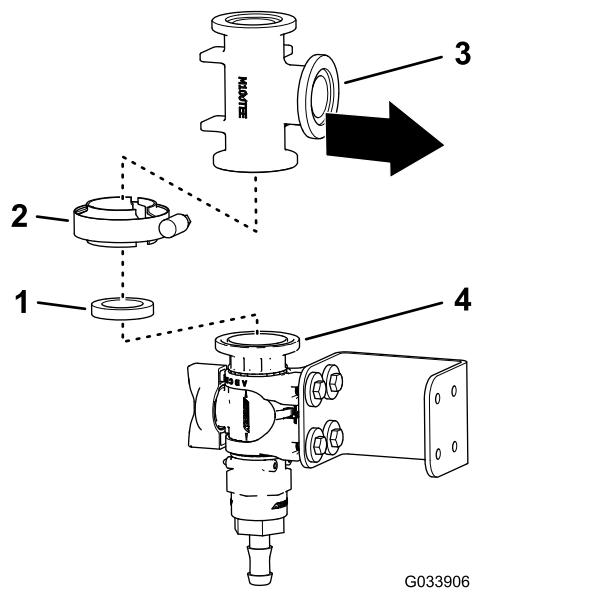
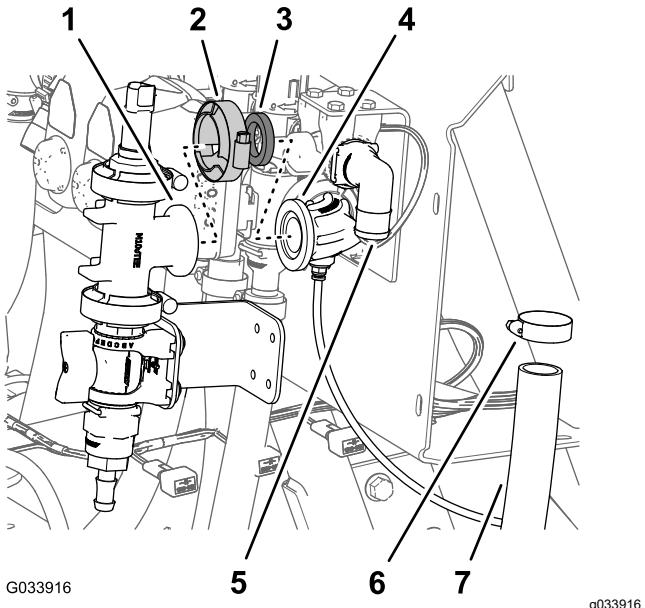
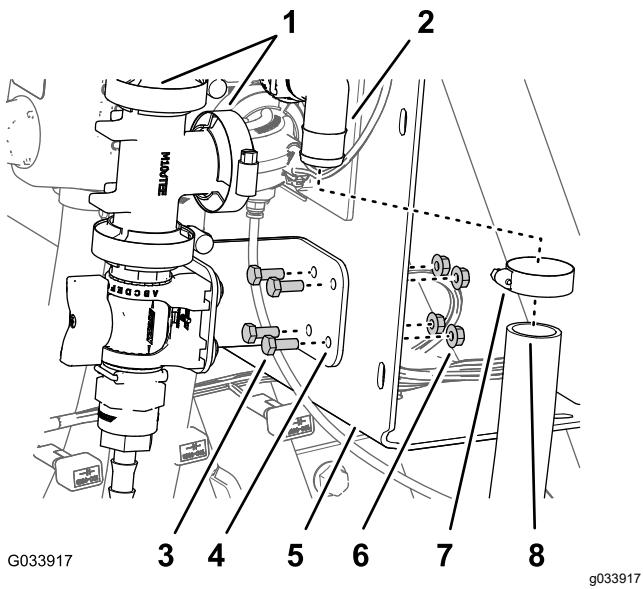

Figura 13
Figura 15
Figura 18
- Alinee la brida del acoplamiento en T con la brida de la válvula de control, según se muestra en Figura 13.
| 5. Sujete provisionalmente el acoplamiento en T a la válvula de control con una junta y una brida de fijación (Figura 13.).
- Alinee la brida del acoplamiento de T con la brida del acoplamiento de 90° con conector para el tubo del sensor (Figura 15).
- Ensamble provisionalmente el acoplamiento en T y el acoplamiento de 90° con una junta y una brida de fijación (Figura 15).
- Retire la abrazadera, la junta y el acoplamiento en T con brida, del codo de 90° con conector para el tubo del sensor (Figura 15).
- Alinee la brida del acoplamiento en T con la brida del acoplamiento de 90° con un conector para el tubo del sensor (Figura 18).
2. Conecte sin apretar el acoplamiento en T y el acoplamiento de 90° con una junta y una abrazadera con bridas (Figura 18).
4. Apriete a mano la abrazadera para bridas que fija la válvula de control y el acoplamiento en T (Figura 13) y la abrazadera para bridas que fija el acoplamiento en T al acoplamiento de 90° con un conector para el tubo del sensor (Figura 15 y Figura 18).